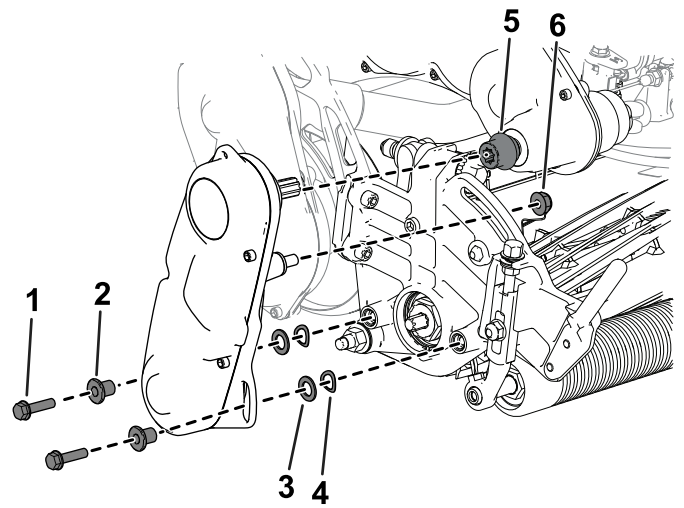

Figura 48
3. Demontați ansamblul de acionare a cilindrului de la unitatea de tăiere (Figura 48) și păstrați elementele.